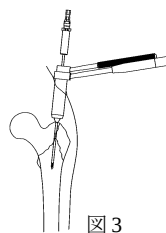
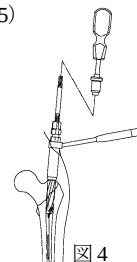
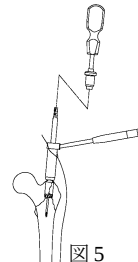

図3
図4
図5
- プロキシマルリーマーを使用する場合は、スキンプロテクターにガイドピンスリーブを組み付け、3.2 ガイドピンの刺入後（図3）、リーマー後端にグリップハンドルを接続し、リーミングします。（図4）大転子部の骨折部付近にネイル挿入口を作成する場合には、クラウンリーマーを用います。（図5）